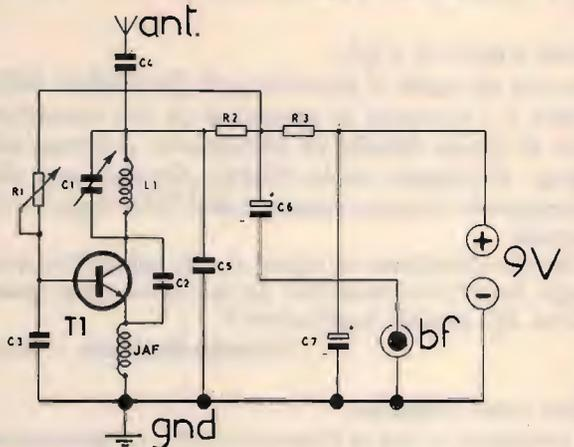

figura 3
Ovvero, le domande impossibili. Apre la tenzone Valter Bulgarelli di San Benedetto Po (MN): chiede di un ricevitore a copertura generale, che capti la "frequenza aeronautica" (sic), di tipo portatile, autocostruibile e, naturalmente, semplice. Caro Valter, volere tutte queste cose da un unico progetto è come pretendere, cito un detto toscano, la moglie ubriaca e la botte piena. Cioè, è impossibile: soprattutto perché mi par di capire che tu non disponga di una notevole esperienza pregressa come autocostruttore di apparecchiature operanti in RF. Meglio dunque cominciare con qualcosa di semplice: per esempio, il piccolo sintonizzatore VHF, schematizzato in Figura 3, che copre anche la gamma aeronautica civile, compresa tra 108 e 136 MHz circa. La ricerca delle stazioni avviene mediante il variabile C1, mentre il potenziometro R1 dosa il tasso di superreazione e dovrà essere regolato per la massima sensibilità. L'antenna, in mancanza di meglio, potrà essere rappresentata da